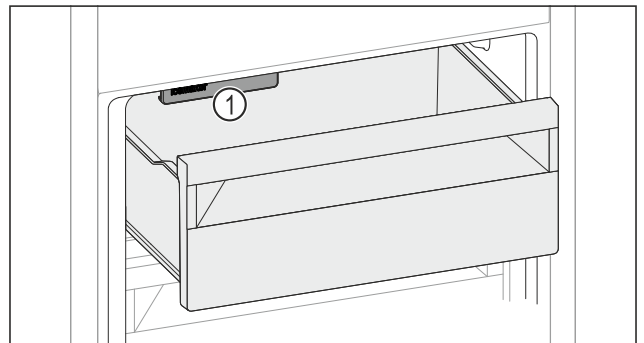

Fig. 156
- Tenere in considerazione l'IceMaker Fig. 156 (1).